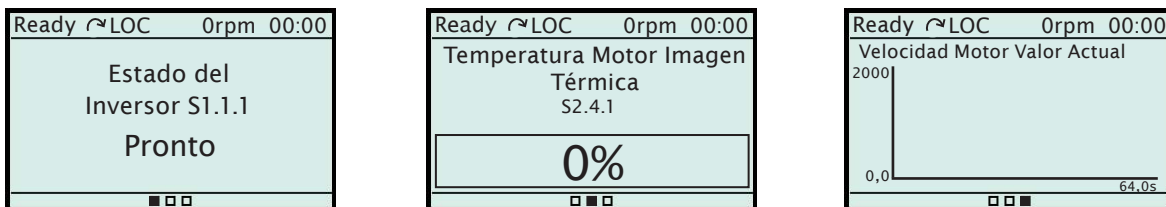

Figura 4.12: Visualización en (a) texto, (b) barra y (c) gráfico
- **Display llena:** : Abarca toda una pantalla principal y permite la exhibición de variables de lectura en el formato **texto**, **barra** o **gráfico**. La Figura 4.12 en la página 78 presenta un ejemplo con los 3 formatos.